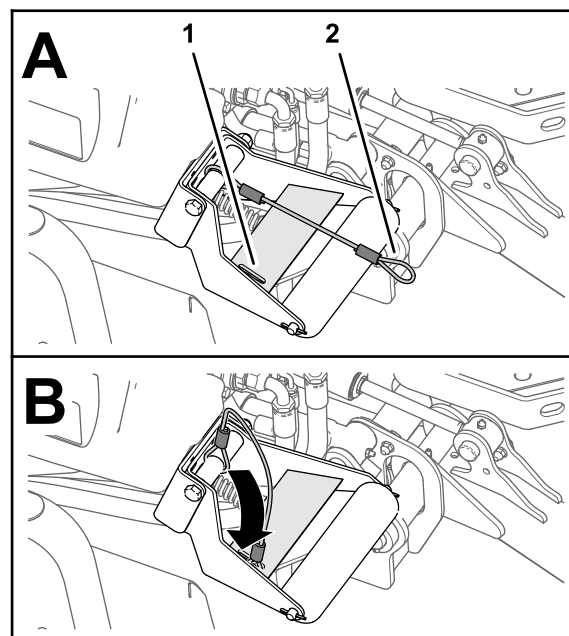

Figura 41
4. Con las unidades de corte bajadas, deslice el bucle del amarre en la ranura de la placa de refuerzo del soporte del rodillo (**Figura 41**).